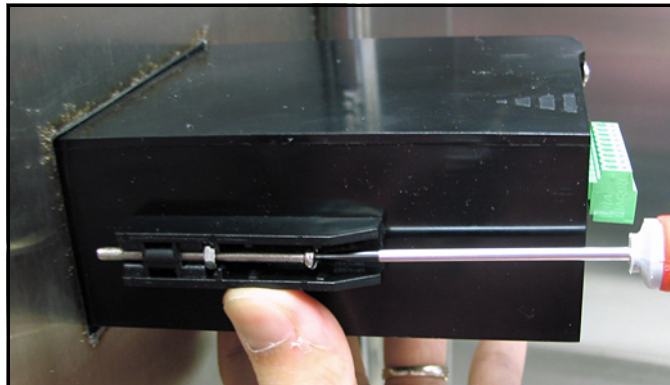

Figure 14: Fixation du dew.IQ au panneau
6. À l'aide d'un tournevis, enfoncez les vis du support pour qu'elles dépassent de l'arrière du panneau et fixez le **dew.IQ** dans la découpe du panneau (voir *Figure 14* ci-dessous).